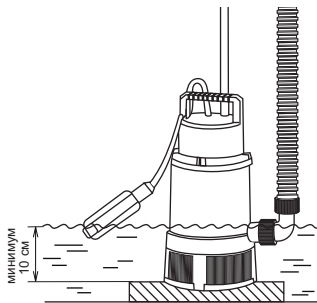

Рис. 1
5.5. Рабочее положение насоса: только вертикальное. При этом включать насос допускается только, если его насосная часть погружена в воду не менее чем на 10 см (рис. 1). Не допускается работа насоса "всухую", без воды, то есть когда уровень отводимой воды становится ниже, чем водозаборные отверстия, находящиеся на дне насосной части.
5.7. При установке насоса на дно источника воды, размещать его следует на твердом ровном постаменте (рис. 1). Высота постаumenta должна быть достаточной, чтобы насос не всасывал осадок жидкости и мусор.